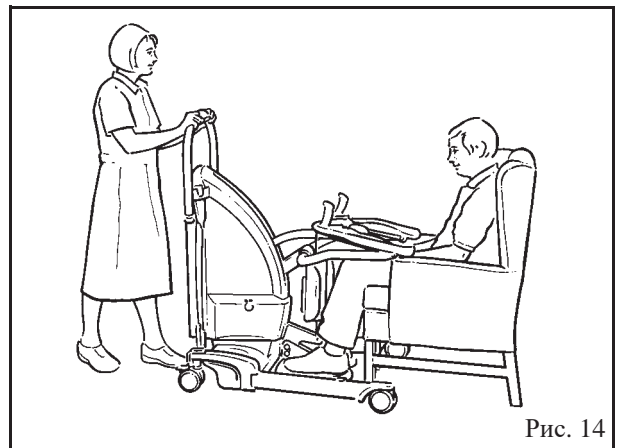

Рис. 14
4. **Для перемещения:** Когда пациент будет готов, помогите ему поставить ступни на опору для стоп или позвольте ему сделать это самостоятельно, немного подтолкнув подъемник Sara Plus к пациенту, чтобы облегчить задачу (см. рис. 14).